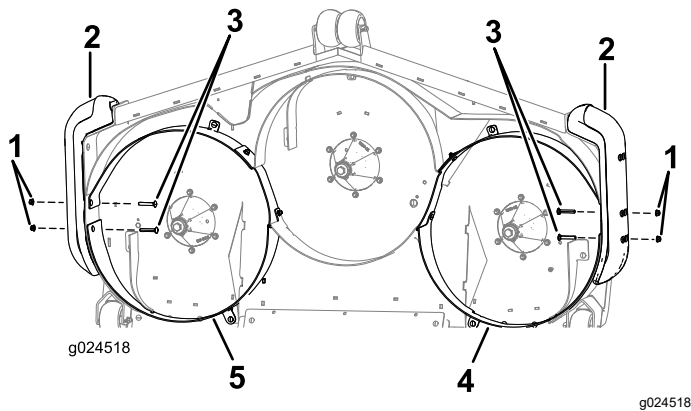

Figura 5
Nota: Per favorire l'allineamento dei deflettori, inserite i bulloni a testa tonda ($\frac{3}{8}$ " x $2\frac{1}{2}$ " e i dadi flangiati ($\frac{3}{8}$ ") senza serrare attraverso il lato dei deflettori e del paraurti (Figura 5).
1. Inserite 2 bulloni a testa tonda (3/8" x 2 1/2") su ogni lato attraverso il deflettore destro e sinistro e i paraurti (Figura 5).
2. Fissate i 2 bulloni a testa tonda utilizzando 2 dadi flangiati (3/8") su ciascun lato (Figura 5).